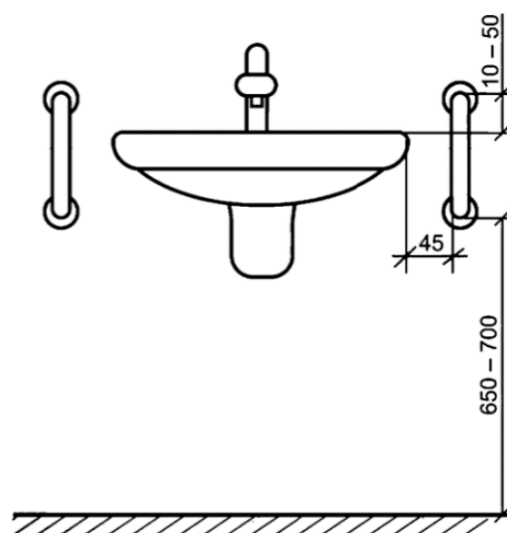

Рисунок 7.4.2. Нормативные расстояния для установки поручней, мм.
- Верхний край поручня должен быть выше раковины на 10-50 мм, чтобы предотвратить опирание на раковину (рис. 7.4.2).
- Расстояние между поручнем и раковиной должно составлять от 45 до 50 мм. (рис. 7.4.2).